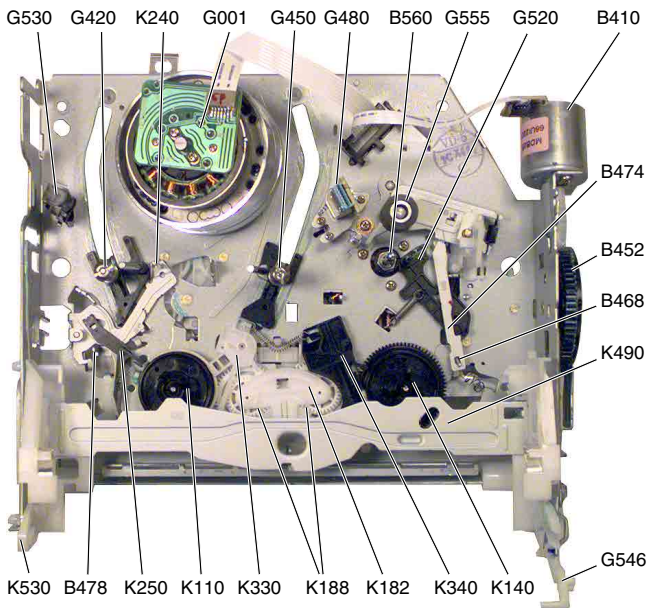
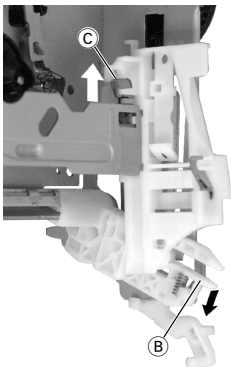

Fig. 1
Fig. 4
- gefederten Lift-Hebel **B** (Fig. 4) spannen, Arretierung **C** lösen und Cassetten-Lift (K490, Fig. 1) herausnehmen.
- gefederten Lift-Hebel **B** (Fig. 4) spannen, Arretierung **C** lösen (spannen) und Cassetten-Lift in die rechte Führung des Lift-Hebels einsetzen.